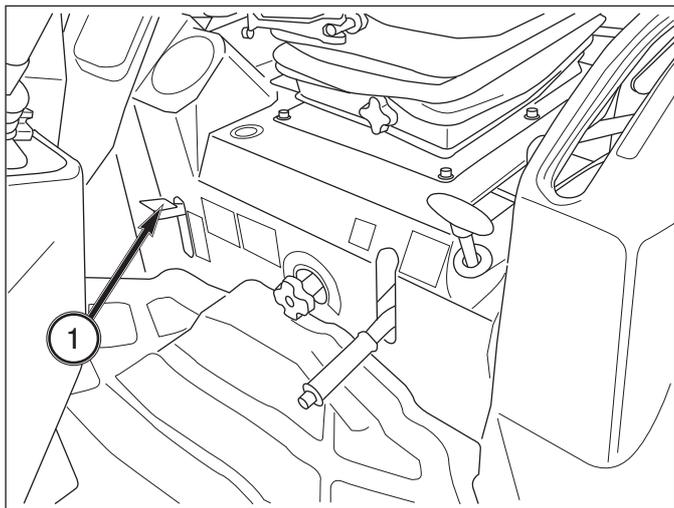

FIG. 5-9
**FIG. 5-9:** Quand le levier de blocage de différentiel, 1, est abaissé, les deux arbres d'entraînement sont verrouillés pour assurer une motricité identique aux deux roues arrière. Le blocage de différentiel est surtout intéressant pour rouler sur un sol meuble ou un terrain glissant. Pour engager le blocage de différentiel, enfoncez la pédale d'embrayage et attendez l'arrêt complet de roues arrière. Enfoncez la pédale de blocage et embrayez doucement.